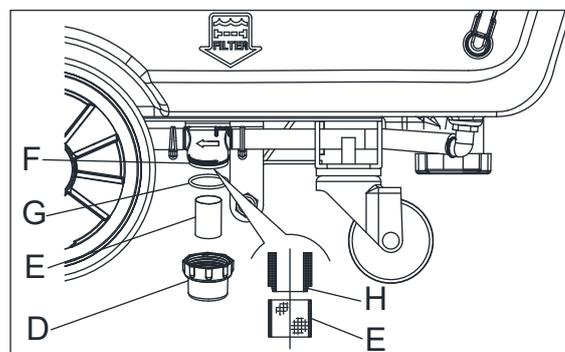

Abbildung 16
- Stellen Sie sicher, dass die Maschine ausgeschaltet ist und der Zündschlüssel (35) entfernt wurde.
- Entfernen Sie die transparente Abdeckung (D, Abb. 16) und entnehmen dann den Filterkorb (E). Reinigen und installieren Sie diese auf der Halterung (F).